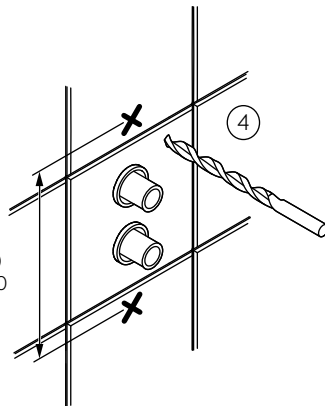

Fig. 1
Alla infästningar i våtzon 1 och 2 ska tätas, se "Fig. 1" eller "Fig. 2". Material för tätning ska fästa mot underlaget och vara vattenbeständigt, mögelresistent och åldersbeständigt.
11. The screw mountings should be of a sturdy design, for instance made of concrete, wooden studs, wooden nogging pieces or a design that has been tested and approved for mounting, e.g. pad design. All attachment points must be sealed. See "Fig. 1" or "Fig. 2". The sealant material must attach firmly to the underlying surface and be water-resistant, mould-resistant and non-ageing.